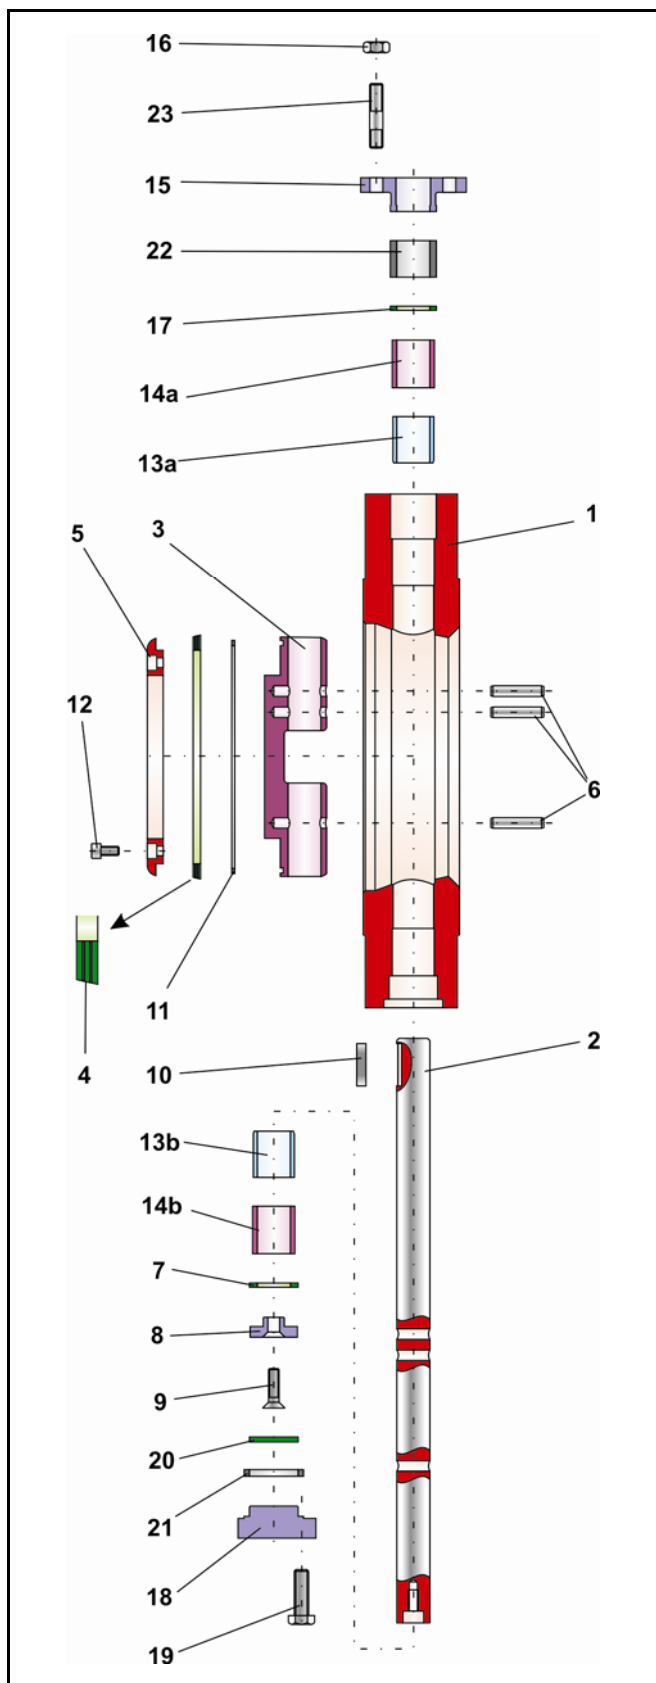

Рис. 3 – Детальная схема заслонки BR 14t
Важно: При сборке обязательно следует учитывать расположение и порядок установки деталей согласно детальной схеме (Рис. 3).
Расположение посадочного кольца (4) приведено на детальной схеме (рис. 3).